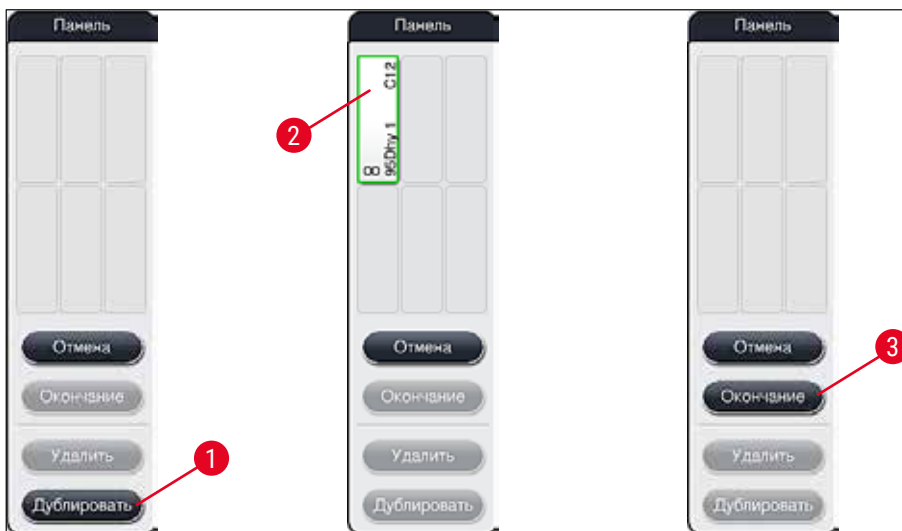

Рис. 54
2. Ознакомьтесь с информационным сообщением и подтвердите его нажатием на **ОК**. На экране открывается новое окно **Панель** (→ "Рис. 54").